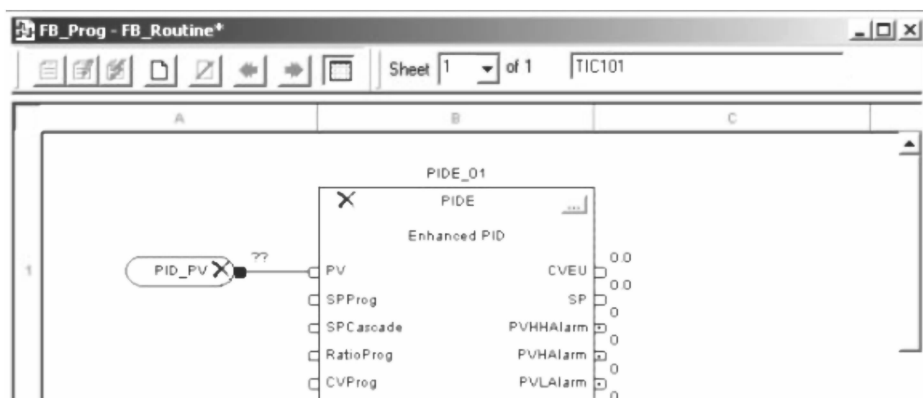

图 16-11 输入标签名称
8. 双击线连接器引用，打开输入标签名称的对话框，键入“PID_PV”并按回车接受，如图 16-11 所示。